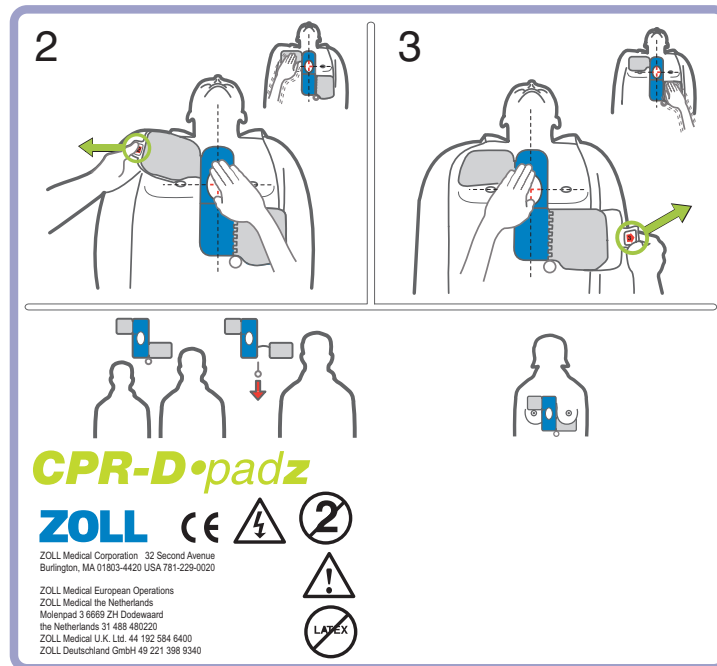

Figure 5 : Installation des électrodes CPR-D padz.
1. Déchirer l'emballage des électrodes pour l'ouvrir et déplier les électrodes. Les orienter comme indiqué sur les schémas (voir Figure 5).